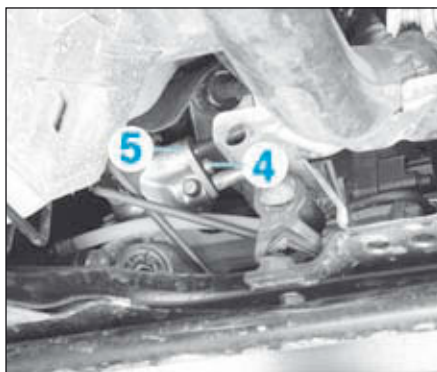

FIG.10
- Déposer la vis (4) (Fig.10).
- Désolidariser la bride (5) de la valve distributrice.